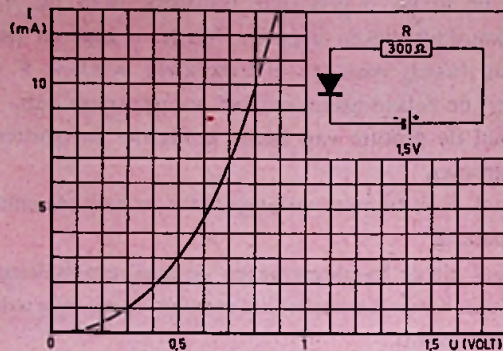

Fig. 11
2. In fig. 11 is de karakteristiek gegeven van een diode, die is opgenomen in een schakeling zoals in de figuur is aangegeven. Geef aan hoe men met behulp van de karakteristiek de diodestroom kan bepalen.